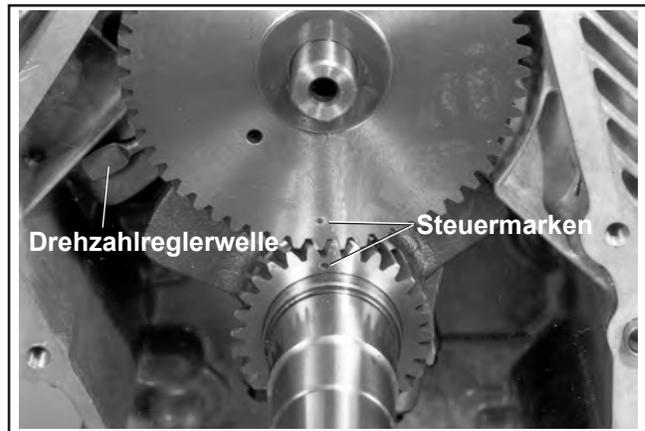

Abbildung 11-13. Ausrichtung der Steuermarken Kurbelwelle und Nockenwelle.
3. Die Drehzahlreglerwelle im Uhrzeigersinn drehen, bis das untere Ende der Welle den Zylinder berührt. Während der Montage der Nockenwelle sicherstellen, dass die Drehzahlreglerwelle in dieser Position verbleibt. Siehe Abbildung 11-13.
4. Die Nockenwelle in die Lagerfläche des Kurbelgehäuses einsetzen. Dabei die Steuermarke des Nockenwellenzahnrad auf 6 Uhr stellen. Sicherstellen, dass das Zahnrad der Nockenwelle und das Zahnrad der Kurbelwelle übereinstimmen, d.h. dass beide Steuermarken aufeinander ausgerichtet sind. Siehe Abbildung 11-13.
4. Sicherstellen, dass das Ende der Drehzahlreglerwelle gegen den Boden des Zylinders 1 im Inneren des Kurbelgehäuses lehnt. Siehe Abbildung 11-13.